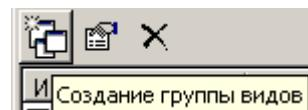

рис. 21
- нажать на пиктограмму Создание группы видов (рис. 21) в диалоговом окне Управление группами видов, затем занести название данной группы и, если необходимо, задать описание данной группы,